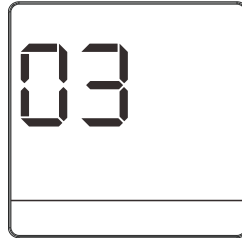

Figura 29
① Pressione prolongadamente  e  ao mesmo tempo por 5 segundos ou pressione  para entrar na página de configurações de parâmetro (vide Figura 29).